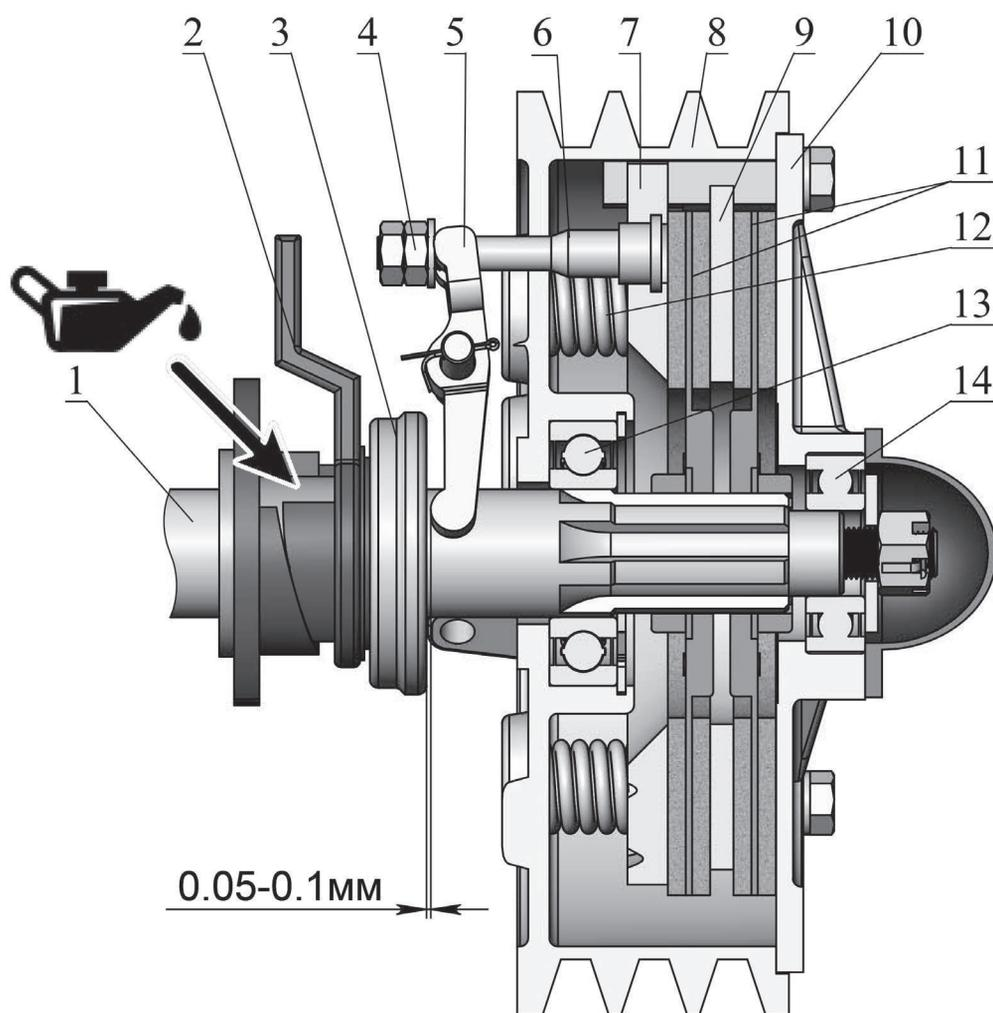
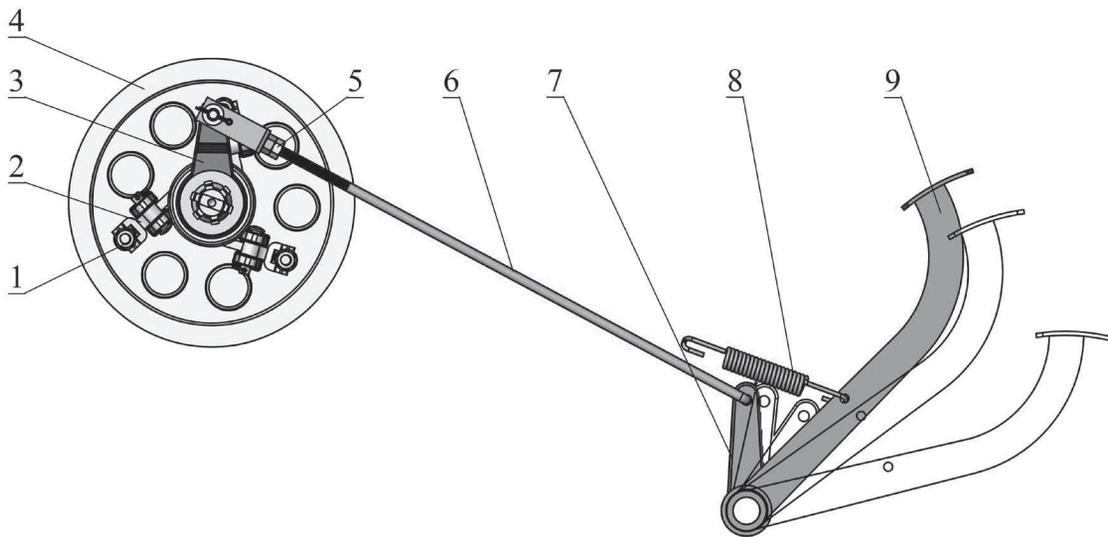

Рис. 10. Устройство муфты сцепления
Рис. 11. Настройка муфты сцепления
**Многодисковое:** передача крутящего момента происходит за счет силы трения между крышкой сцепления (поз.10, Рис. 10) и дисками сцепления (поз.11, Рис. 10), которые соединены шлицами с первичным валом КПП (поз.1, Рис. 10).
При активном сцеплении (педаль сцепления не нажата) величина зазора между выжимным подшипником (поз.3, Рис. 10) и головками лапок сцепления (поз.5, Рис. 10) должна быть в пределах 0,05х0,1 мм, а сами лапки сцепления должны находиться в одной плоскости. Это необходимо, для того, чтобы при движении мини-трактора не создавалось давящей нагрузки на выжимной подшипник, что может привести к преждевременному выходу его из строя.
Для этого открутите регулировочные гайки (поз.4, Рис. 10). Между выжимными лапками и выжимным подшипником вставьте щупы толщиной 0,05х0,1 мм (можно использовать любые металлические пластинки нужной толщины).
Отрегулируйте длину тяги сцепления (поз.6, Рис. 11) таким образом, чтобы рычаг педали сцепления (поз.7, Рис. 11) и рычаг выжимного подшипника (поз.3, Рис. 10) были параллельны друг другу. Это обеспечит нормальный ход рычага сцепления и выжимного подшипника.
При эксплуатации трактора, раз в месяц (при жестких условиях эксплуатации — чаще) необходимо смазывать патрон выжимного подшипника жидкой смазкой (см. Рис. 10).